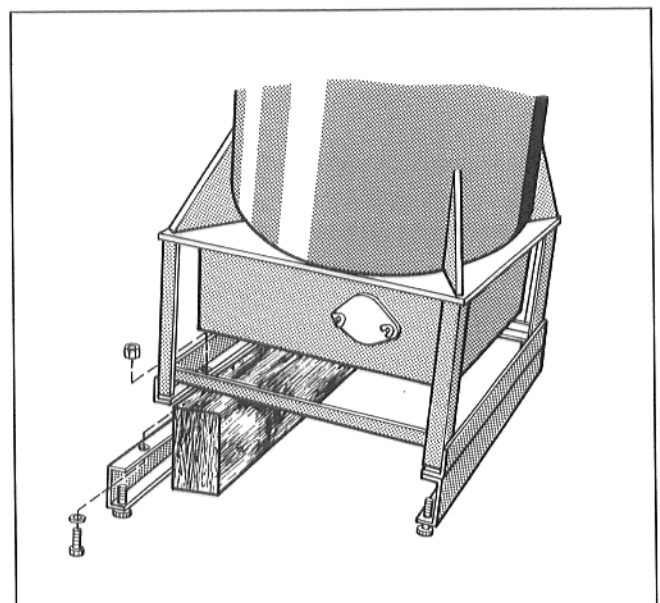

Abb. 2
- Wärmeaustauscher leicht kippen und Kantholz auf gegenüberliegende Seite unterlegen (Abb. 2).